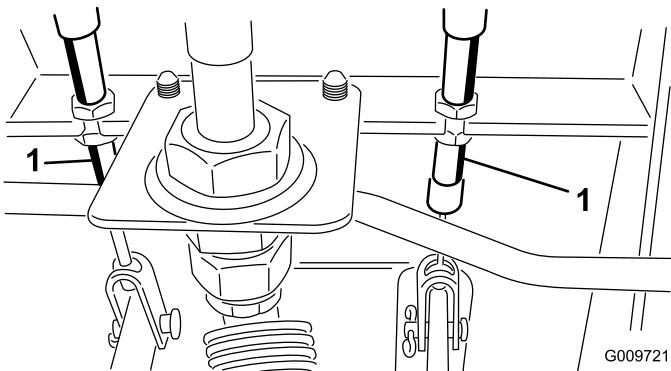

Figure 48
- A. Desserrez l'écrou avant sur l'extrémité filetée du câble de frein (Figure 48).